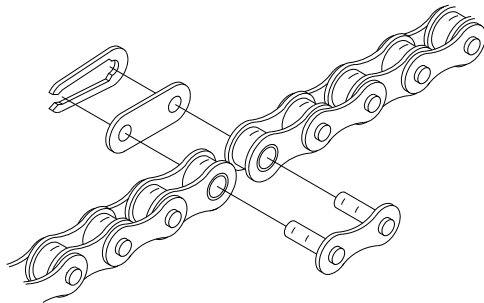

Figure 10 Maillon de chaîne
2. Connectez les pignons avec la chaîne d'entraînement, raccourcissez à une longueur convenable et joignez les bouts ensemble à l'aide du maillon fourni dans le sac de quincaillerie. Pour raccourcir la chaîne, chassez la goupille qui laissera un maillon intérieur le plus près de la longueur désirée. Connectez la chaîne autour des pignons à l'aide du maillon (Figure 10).